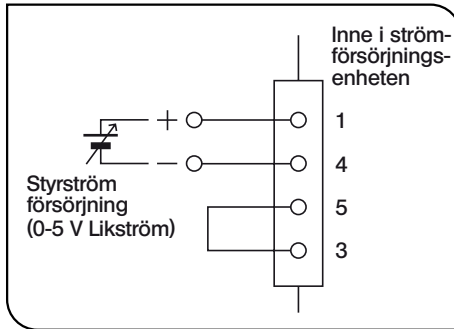

Fig. 5
(Fig. 5)
1. Anslut en likströmförsörjning så som visas i fig. 5. Sätt ännu inte på strömförsörjningen.